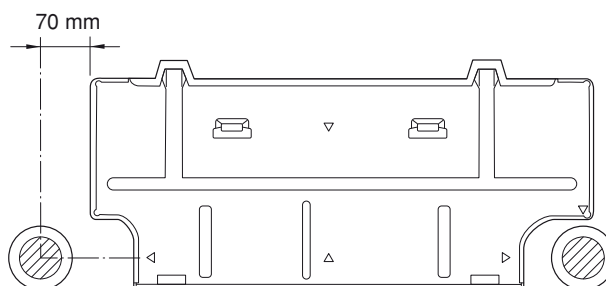

Fig. 9a
- (1) Coloque o painel traseiro da unidade de montagem no interior na parede no local seleccionado. Certifique-se de que o painel fique na horizontal usando um instrumento de nivelção de carpinteiro ou medidor de fita para medir a distância desde o tecto. Só monte o painel traseiro na parede depois de fazer o furo.
- (2) Determine qual lado da unidade você deveria fazer o furo para a tubagem e cablagem. (Fig. 9a ou 9b)
- No caso da tubagem traseira esquerda, utilize os pontos de medição desde a borda do painel traseiro para uma colocação precisa da saída da mangueira. (Fig. 9a ou 9b)
- (3) Antes de fazer o furo, verifique cuidadosamente se não existem quaisquer pernos ou tubos a correrem directamente atrás do ponto onde vai ser efectuado o corte.